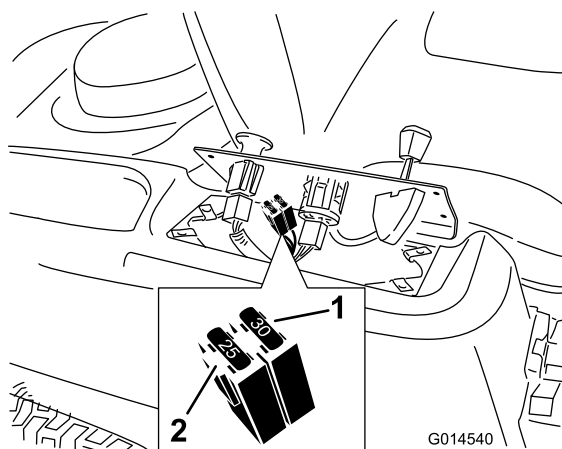

Figura 39
2. Levante o painel de controlo para ter acesso à cablagem principal e ao bloco de fusíveis (Figura 39).
3. Para substituir fusíveis, puxe o fusível para o retirar (Figura 39).